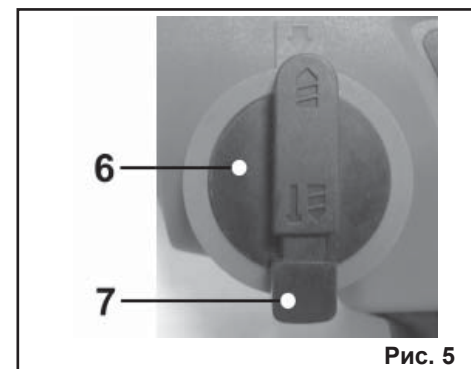

Рис. 5
8.2. Сверление без удара (Рис.5).
8.2.2. Нажав на кнопку (7) переключателя режимов (6), поверните переключатель режимов (6) в положение «сверление без удара» согласно Рис.5.
8.3.2. Нажав на кнопку (7) переключателя режимов (6), поверните переключатель режимов (6) в положение «сверление без удара» согласно Рис.5.
8.4.2. Нажав на кнопку (7) переключателя режимов (6), поверните переключатель режимов (6) в положение «сверление без удара» согласно Рис.5.